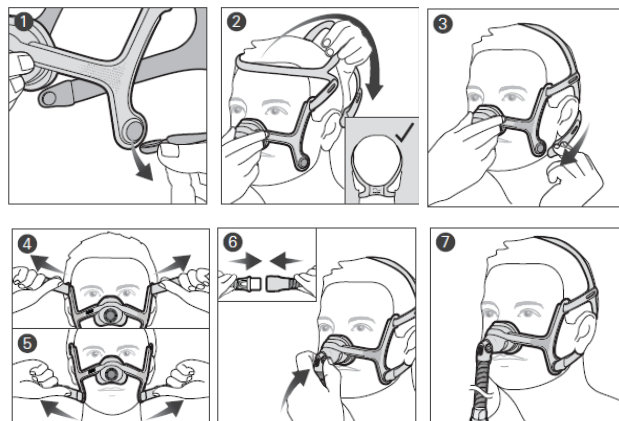

図1-装着方法
- (1) マスク装着前に、マスクフレームから両側のマグネットクリップを取り外す。(図1-①)
- (2) 下部ヘッドギアストラップを両方とも外した状態で、マスククッションを顔に当て、ヘッドギアを頭からかぶる。ヘッドギア後ろのロゴが外側で上下が正しいことを確認する。(図1-②)
- (3) 下部ヘッドギアストラップを耳の下まで持っていく。マスクフレームの外側にマグネットクリップを取り付ける。(図1-③)
- (4) 上部ヘッドギアストラップの面ファスナーを外す。マスククッションが鼻の上に無理なく配置されるまで上部ヘッドギアストラップを均等に調節する。面ファスナーを再度取り付ける。(図1-④)
- (5) 下部ヘッドギアストラップについても(4)と同様の手順を繰り返す。(図1-⑤)
- (6) エアチューブを接続したエルボー付き短チューブを、両側のサイドボタンを押しながらマスククッションにはめ込む。(図1-⑥)
- (7) 最終的に図1-⑦のように装着する。(図1-⑦)